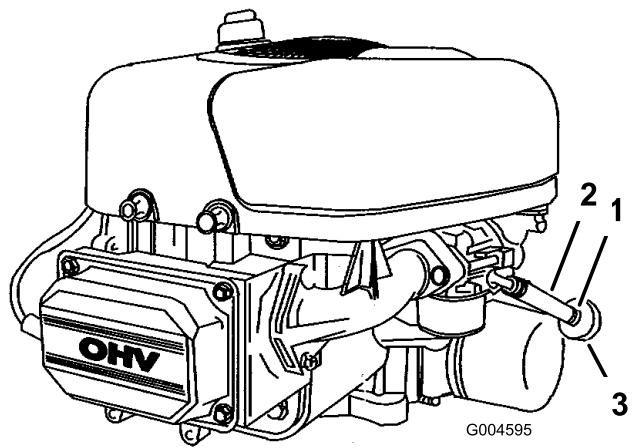

Bild 27
8. Klem slangeklemmens ender sammen, og skyd den op ad brændstofrøret mod brændstoftanken (Bild 27).
9. Træk brændstofrøret af brændstoffilteret (Bild 27), og lad benzinen løbe ind i brændstofbeholderen eller dræningsbakken.
Udskift brændstoffilteret efter hver 100 driftstimer eller årligt, alt efter hvad der indtræffer først. Dette er det bedste tidspunkt at montere et nyt brændstoffilter på (Bild 27), da brændstoftanken er tom. Sæt aldrig et snavset filter på, hvis det er afmonteret fra brændstofrøret.
7. Klem slangeklemmernes ender sammen, og skub dem væk fra det gamle brændstoffilter (Bild 27).